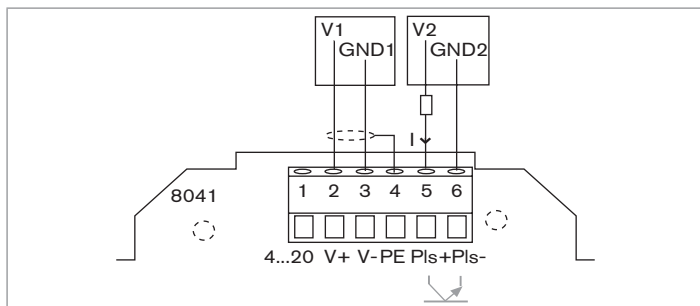

Bild 21: Anschluss des Frequenzgangs an einen elektronischen Zähler mit eigener Spannungsversorgung
- oder an eine Last wie einen elektronischen Zähler mit eigener Spannungsversorgung (siehe *Bild 21*).